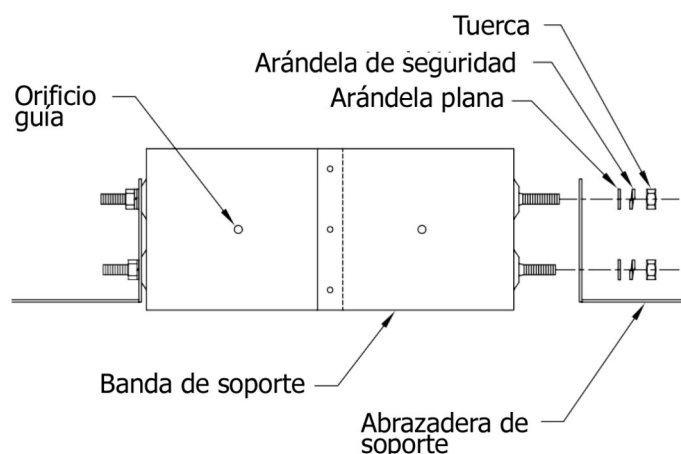

FIGURA 52
Deslice la banda de soporte en torno a la chimenea y alinéela sobre la abertura con marco. Fije a la cubierta con cuatro (4) tornillos de chapa y monte los soportes (**Figura 52**). Clave los soportes a la estructura utilizando un mínimo de (2) clavos o tornillos por soporte.